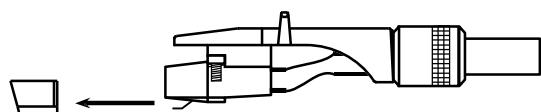

Fig. 6
Il sistema fonorivelatore in dotazione è dotato di una protezione della puntina che va rimossa durante l'utilizzo e la regolazione di alcuni componenti. Togliere la protezione della puntina spingendola **delicatamente in avanti** (fig. 6). Riposizionare la protezione della puntina quando il giradischi non viene utilizzato.
- Posizionare la manopola antiskating (17) su 0.
- Rimuovere la protezione della puntina del sistema fonorivelatore (fig. 6).
- Allentare il dispositivo di blocco del braccio (12) spingendo a destra la leva di blocco.
- Regolare il contrappeso del braccio (7) girandolo in modo che il braccio resti sospeso senza che possa né scendere né salire.